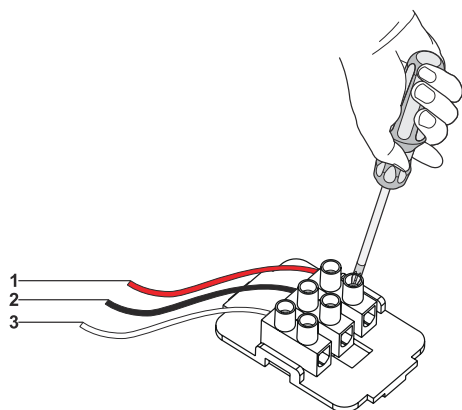

Fig. 15
1. ➤ **NC / COM:** Når disse 2 forbindelser bruges og emhætten slukkes vil emhætten give det forbundene apparat konstant signal. (Fig. 15).
2. ➤ **NO / COM:** Når disse 2 forbindelser bruges og emhætten tændes vil emhætten give det forbundene apparat konstant signal. (Fig. 15).